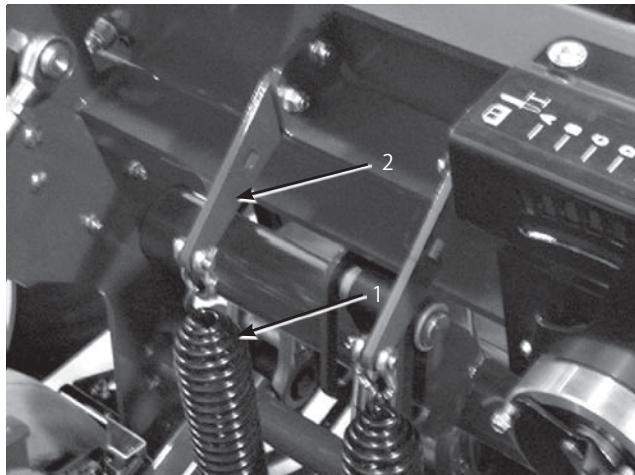

図37
1. スプリング・ブラケットをコアリング・ヘッドに固定しているキャリッジボルトのナットをゆるめる。取り外さないこと(図37)。